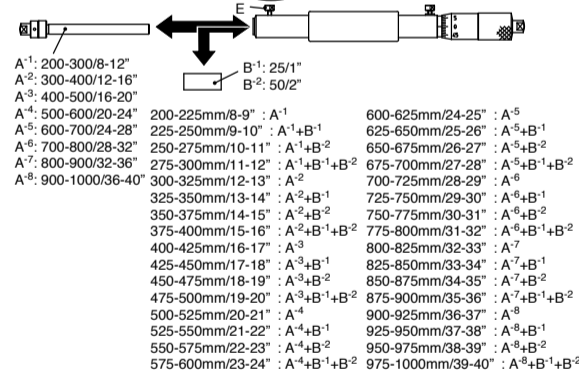
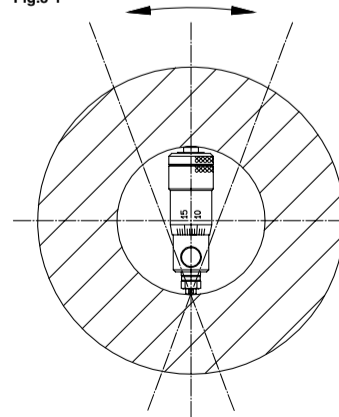

Fig.3-1
Fig.3-2
- シンプルを回転させながら測定面をゲージに接触させます。正確に直径を測るためには、Fig.3.1 のように本器を左右に振って最高点を求め、さらに Fig.3.2 のように前後に振って最低点を求め、指示値を読み取ります。指示値がゲージの寸法と異なる場合は、次の方法により調整します。
測定物に本器を挿入してシンプルを後退させ測定箇所へ接触させます。基点合わせと同様に、正確に直径を測るためには、Fig.3.1 のように本器を左右に振って最高点を求め、さらに Fig.3.2 のように前後に振って最低点を求めてから、指示値を読み取ります。目盛 (指示値) の読み方は下記の通りです。
- Halten Sie die Messschraube in das Einstellmaß und drehen Sie die Skalentrommel, bis die Messflächen das Einstellmaß berühren. Um die Messschraube auf den exakten Durchmesser des Einstellmaßes einzustellen, bewegen Sie die Messschraube nach links und nach rechts, wie in Abb.3-1 gezeigt, um den Maximumwert zu ermitteln. Dann bewegen Sie die Messschraube nach vorne und nach hinten, wie in Abb.3-2 gezeigt, um den Minimumwert zu ermitteln. Lesen Sie den angezeigten Wert ab. Weicht der abgelesene Wert von dem des Einstellmaßes ab, so stellen Sie die Messschraube korrekt ein, wie nachfolgend beschrieben.
Führen Sie die Messschraube in das Werkstück ein und drehen Sie die Trommel, bis die Messflächen Kontakt mit der zu messenden Position haben. Um den Werkstück-Durchmesser genau zu messen, wie bei der Einstellung des Nullpunktes, bewegen Sie die Messschraube nach links und nach rechts, wie in Abb.3-1 gezeigt, um den Maximumabstand zu ermitteln. Dann bewegen Sie die Messschraube nach vorne und nach hinten, wie in Abb.3-2 gezeigt, um den Minimumabstand zu ermitteln. Lesen Sie den angezeigten Wert ab. Der angezeigte Wert setzt sich zusammen wie folgt: